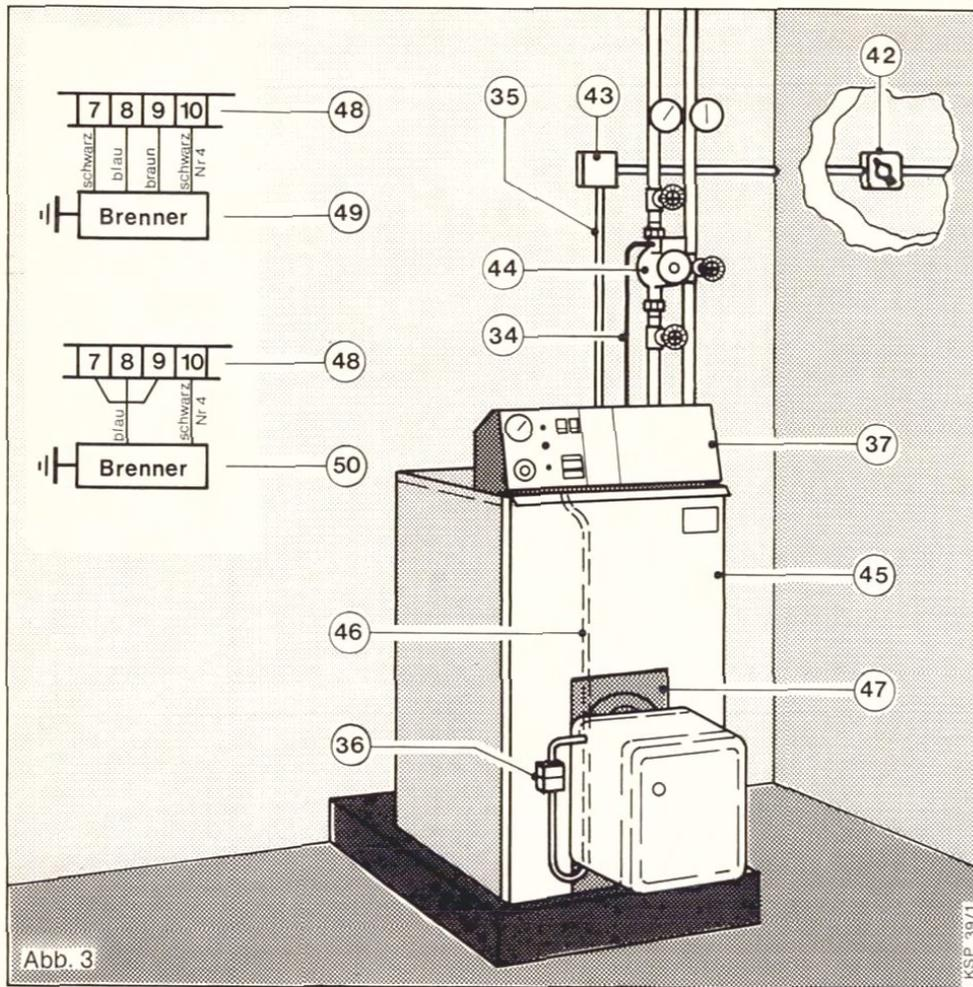

Abb. 3
Den Brennerstecker ③⑥ abklemmen und entsprechend dem Anschlußschema in Abb. 3 den Brenner gemäß Hersteller-anweisung an-klemmen.
- ④⑧ Klemmleiste im Kessel-Schalt-pult
- ④⑨ Brenner mit 4poligem Anschluß
- ④⑩ Brenner mit 2poligem Anschluß (d.h. die Störabschaltung am Feuerungs-automaten ist nicht zugänglich) es ist eine Brücke zwischen Klemme 7 und 9 einzusetzen.
Steckkupplung ①⑥ mit Stecker ①⑦ verbinden. Der Stecker ①⑦ ist am Kessel-Schaltpult ③⑦ verdrahtet und gekennzeichnet. Anschlußkabel ③④ zur Heizungspumpe ④④ führen und gemäß Verdrahtungsplan anklennen. Siehe Abb. 14, Seite 17. Brenneranschlußkabel ④⑥ zum Brenner führen. Mit dem Stecker ③⑥ an der Steckkupplung\* des Brenners verbinden. Ohne Steckkupplung am Brenner siehe Abb. 3, Seite 6. Netzanschluß ③⑤ über eine Abzweigdose ④③ und einen Hauptschalter ④② (Notausschalter) vornehmen.